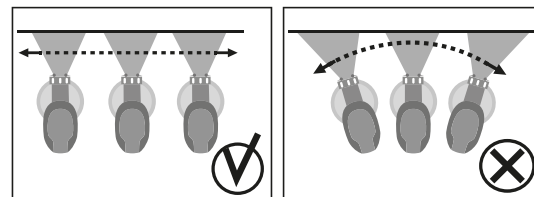

Рис. 5
1. Установите распылитель на расстоянии 25-30 см от окрашиваемой поверхности. Включите изделие, сначала нажав кнопку включения компрессора (3), затем курок выключателя (7).
Примечание! Расхода материала определяется регулятором (8). Равномерно ведите изделие вдоль окрашиваемой поверхности, держа распылитель перпендикулярно ей. В процессе работы не отклоняйте изделие от перпендикулярного положения (Рис. 5).